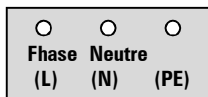

Figure 8. Bornes de sortie (C4).
4) Certains modèles, selon leur puissance, disposent de bornes de sortie **(C4)** pour alimenter les charges. Pour accéder à ces bornes, il est nécessaire de retirer les vis qui fixent le couvercle du compartiment des bornes. Retirez le couvercle puis effectuez les raccordements en respectant l'ordre de la phase (L), neutre (N) et terre (PE) indiqué sur l'étiquette et sur la figure 8. Enfin, remplacez le couvercle et refixez-le à l'aide des mêmes vis.